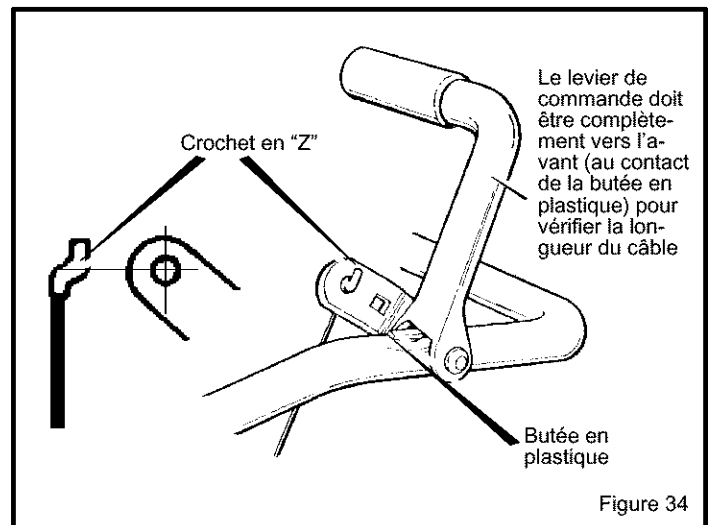

Figure 34
**Pour vérifier le réglage détacher le crochet en "Z" du levier d'embrayage (voir Figure 34):**